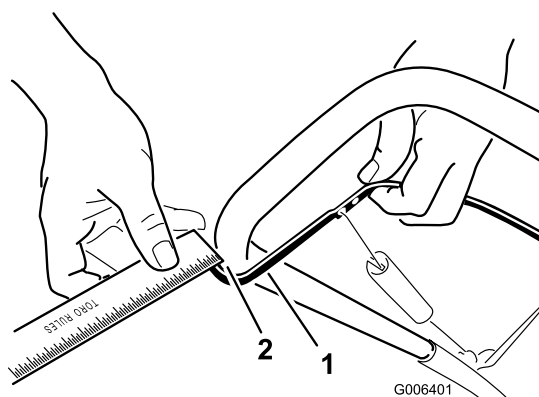

Figure 16
Rapprochez la barre de commande du guidon pour tendre le câble de commande (Figure 16).
Remarque: Vérifiez que la barre de commande et le guidon sont espacés de 2 à 3 mm (1/16 à 1/8 po) (Figure 16).
- Accrochez le raccord en Z à un trou plus haut ou plus bas sur la bielle de réglage de manière à obtenir un espace de 2 à 3 mm (1/16 à 1/8 po) entre la barre de commande et le guidon (Figure 16).